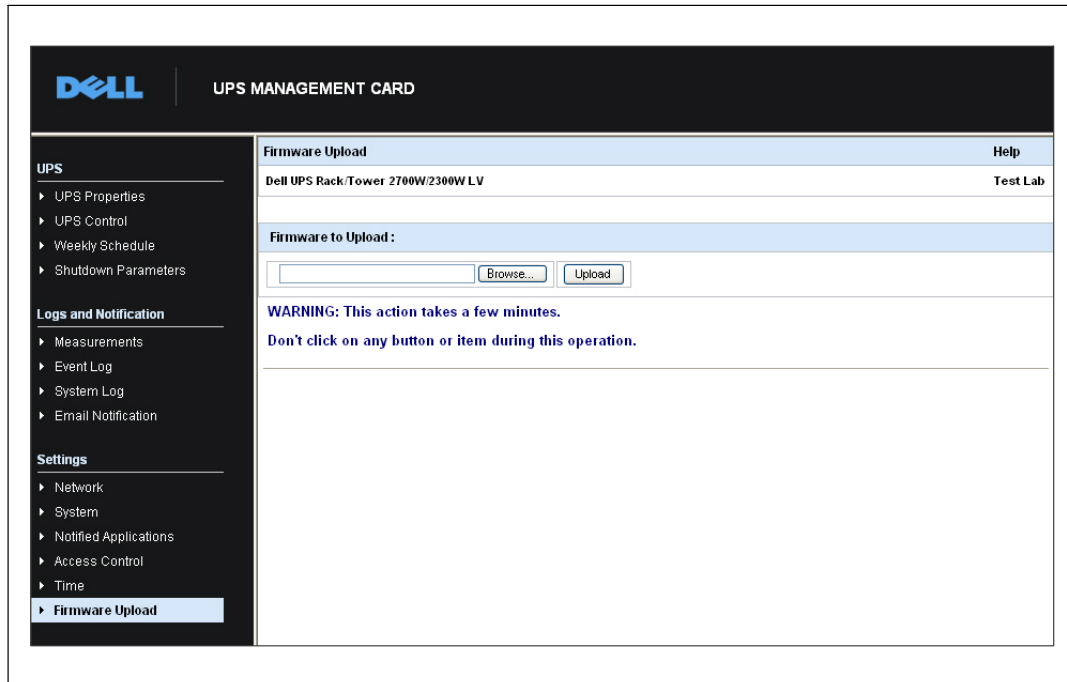

Abbildung 46. Seite „Firmware-Upload“
- 2 Klicken Sie in der Menüleiste auf **Firmware-Upload**, um die Seite „Firmware-Upload“ zu öffnen (siehe Abbildung 46).